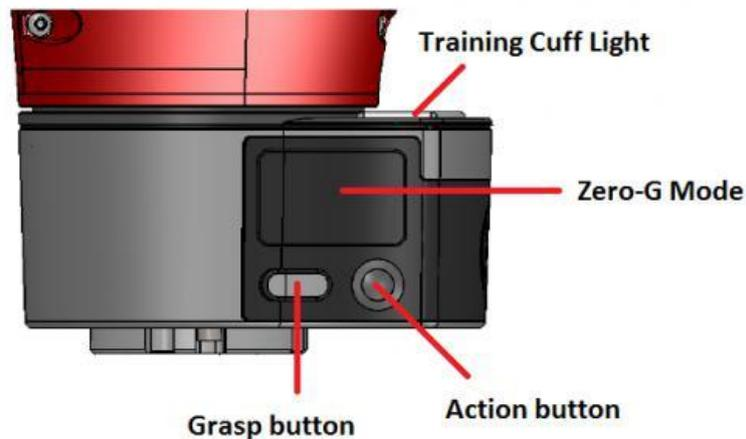

图 1 Sawyer 按钮示意图
③、来启动该节点，另外还有 4 个参数：
3) -n 或 --no-lights: 可选参数，输入“-n”表示不开启与图 1 中“Zero-G”键相连的亮灯（图 1 中“Training Cuff Light”），即按住手臂的零重力按钮（图 1 中“Zero-G”）时蓝灯或红灯不亮